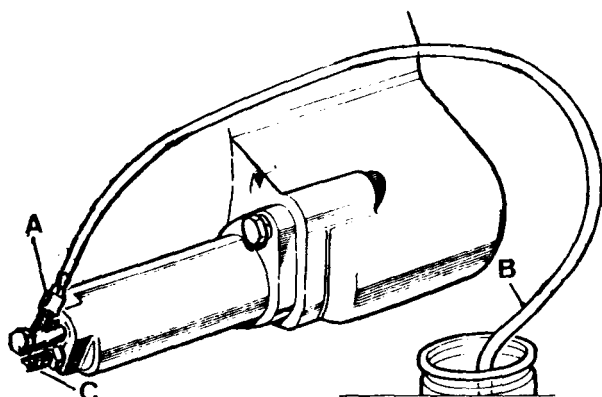

Fig. B-3 Cilindro auxiliar del embrague
- 1.1. Se acoplará un trozo de tubería adecuada al tornillo de purga del cilindro auxiliar (Fig. B-3).